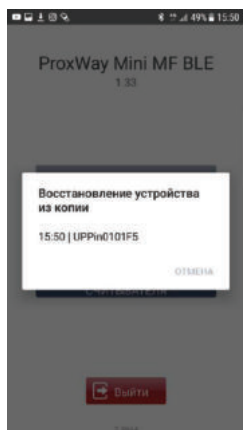

Рис. 46
**«Восстановить программу»** (рис.46) - позволяет нам восстановить все настройки которые ранее были сохранены, а также через данное меню мы можем записать эти настройки в другие считыватели, где требуется работа с точно такими же настройками, что позволяет существенно сэкономить время.